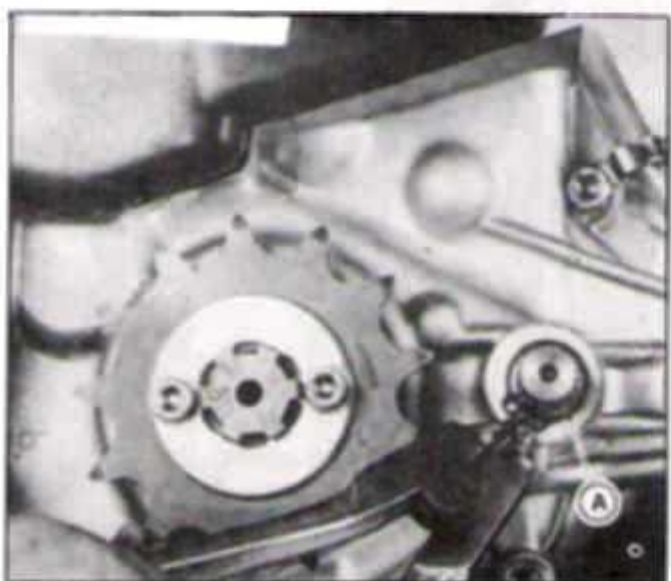

FIG. M18 - A. ANEL ELÁSTICO DO EIXO SELETOR DE MARCHAS
5. Retirar o anel elástico do conjunto do eixo seletor de marchas, lado esquerdo do motor. Retirar a arruela lisa, as arruelas de compensação e o anel "O" ring. Figura M18.